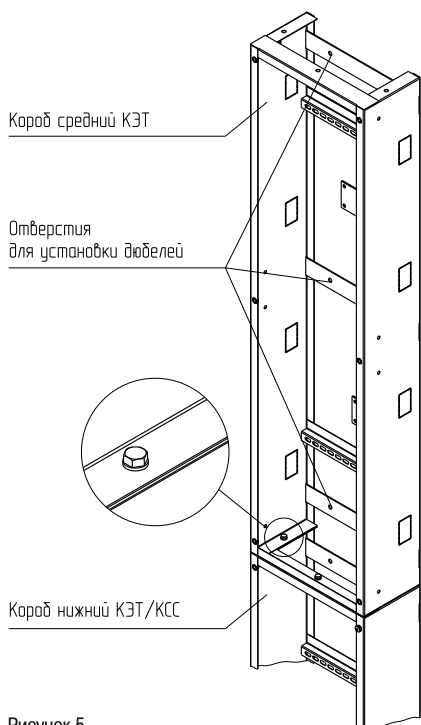

Рисунок 5
4.2.5 Установить Короб средний КЭТ (1.2) на Короб нижний КЭТ/КСС (1.1). Закрепить Короб средний КЭТ (1.2) с помощью 3-х болтов М6×16 (1.4), шайб 6.019 (1.6), шайб 6.65Г (1.7) и гайки М6 (1.5) (рисунок 5). Болтовое соединение согласно приложению А.
4.2.8 Установить Короб верхний КЭТ/КСС (1.3) на Короб средний КЭТ (1.2). Закрепить Короб верхний КЭТ/КСС (1.3) с помощью трех болтов М6×16 (1.4), шайб 6.019 (1.6), шайб 6.65Г (1.7) и гайки М6 (1.5) (рисунок 5). Болтовое соединение согласно приложению А.